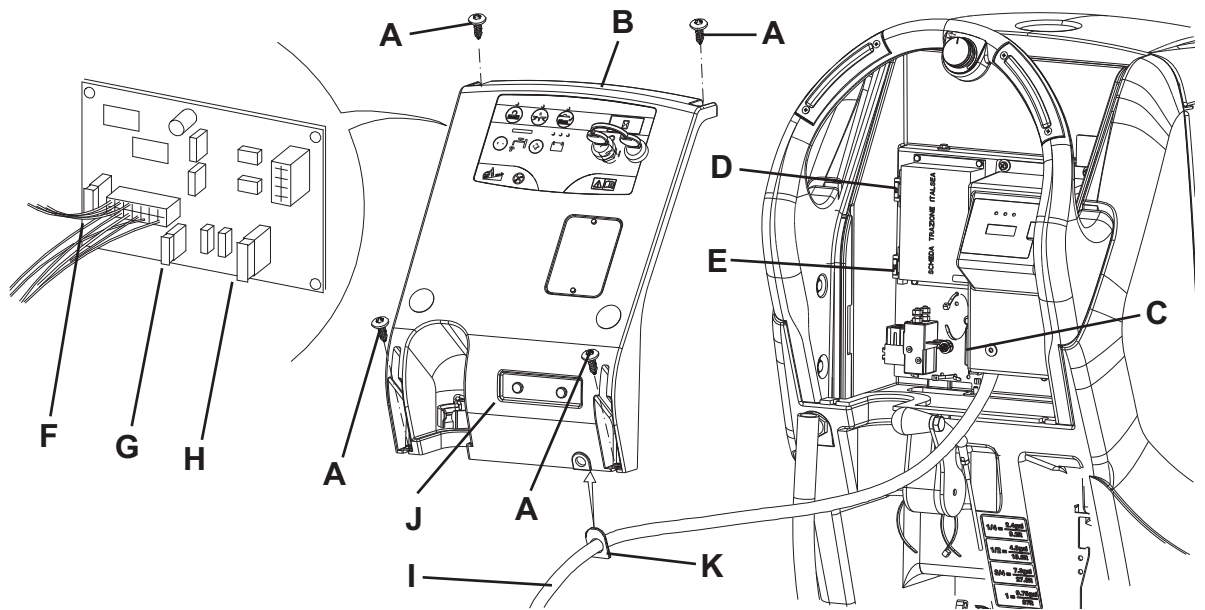

Abbildung 8
1. Batteriestecker (12) trennen.
2. Schmutzwasserablassrohr (16) verschieben.
3. Falls erforderlich, das Kabel des Ladegeräts (I, Abb. 8) vom Halter (J) entfernen.
4. Die Schrauben (A) entfernen und vorsichtig die Tafel (B) versetzen durch das kleine Gummi (K) von dem betreffenden Tafelsitz (B) zu entfernen.